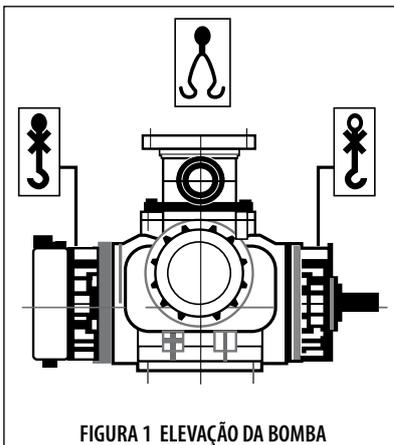

FIGURA 1 ELEVAÇÃO DA BOMBA
2. Ao levantar a bomba, instale ganchos de elevação nos flanges da saída, como mostra a Figura 1.